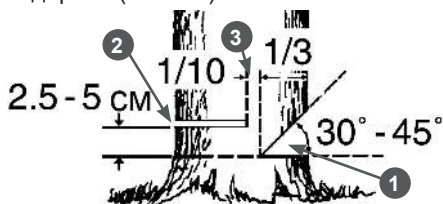

Рис. 23. Расположение запила, пропила и недопила
7. Сделайте основной валочный пропил 2 с противоположной стороны, выше основания запила на $2,5-5$ см. Между основным пропилом и пропилом должен оставаться недопил 3 примерно $1/10$ диаметра ствола. Вставьте своевременно клин в пропил 2 (Рис. 23). Недопил 3 действует как шарнир и позволяет контролировать падение дерева (Рис. 23).
Ни в коем случае не допиливать до конца недопил 3 (Рис. 23), так как вы не сможете контролировать направление падения дерева.